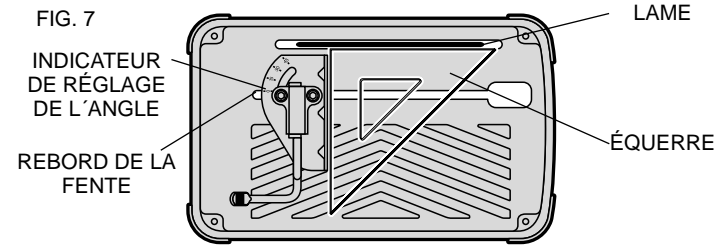

FIG. 7
du guide. Aligner la ligne voulue de l'indicateur sur le rebord de la fente dans le socle (fig. 7). Pour obtenir une coupe carrée des plus précises (fig. 7), débrancher l'outil, déverrouiller le guide, abaisser le bras jusqu'à ce que la lame soit dans le socle, placer une équerre contre la lame et régler le guide contre l'équerre, puis verrouiller le guide en place.
- Régler l'angle du guide (fig. 7).